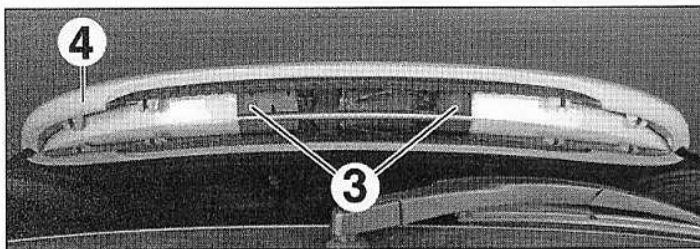
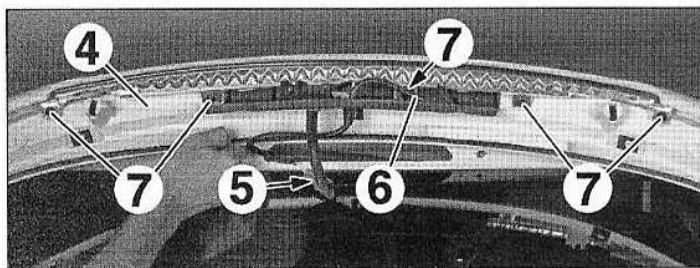

FIG.62
FIG.63
- Déposer les vis (3) (Fig.62).
- Dégager le becquet (4).
- Débrancher (Fig.63) :
- le connecteur (5),
- la durit (6).
- le becquet (4),
- les vis (7),